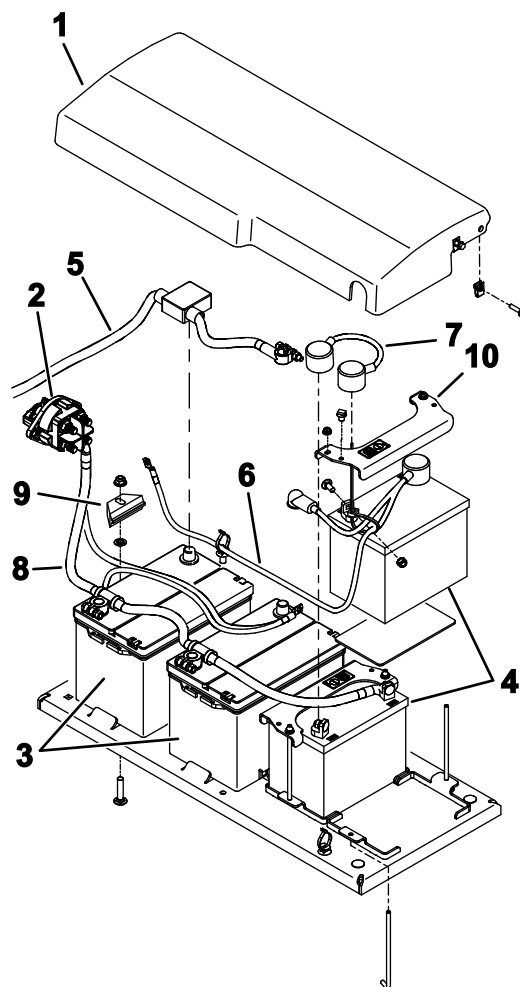

Bild 115
6. Entfernen Sie die Befestigungen, mit denen die Akkuabdeckung an der Maschine befestigt ist, und nehmen Sie die Abdeckung ab (Bild 115).
9. Nehmen Sie die Batterien vorsichtig aus der Maschine heraus (Bild 115).
1. Befestigen Sie die Batterien mit den Befestigungen (Bild 115).